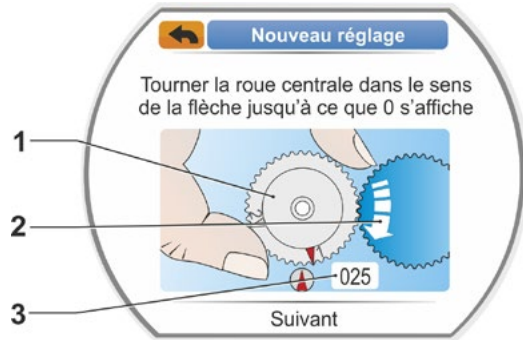
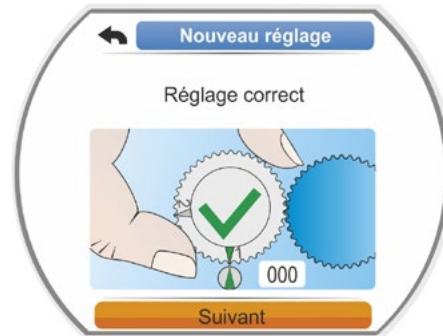

Fig. 8 : réglage de la roue centrale
Fig. 9 : le réglage de la première butée est correct
- un message demandant de tourner la roue centrale dans le sens de la flèche jusqu'à ce que 0 s'affiche (Fig. 8), continuer avec l'opération de commande 13 ;
13. Tourner la roue centrale (Fig. 8, Pos. 1) dans le sens de la flèche indiqué (Pos. 2) jusqu'à ce que la valeur (Pos. 3) atteigne « 000 ». L'ajustage correct de la première butée est confirmé sur le visuel et la surbrillance de sélection orange bascule sur « Suivant » (Fig. 9).